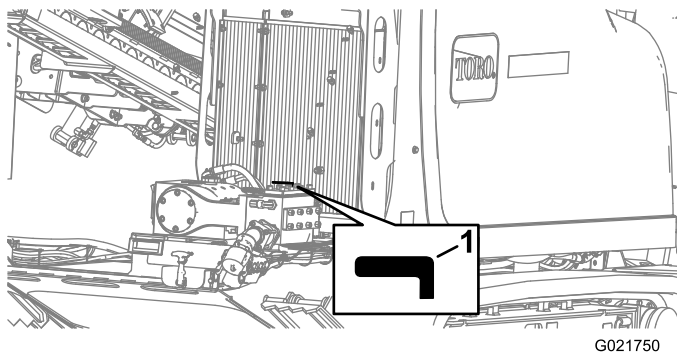

Figura 156
4. Gire a válvula de fluido de perfuração no sentido horário até a posição Off (Figura 156).